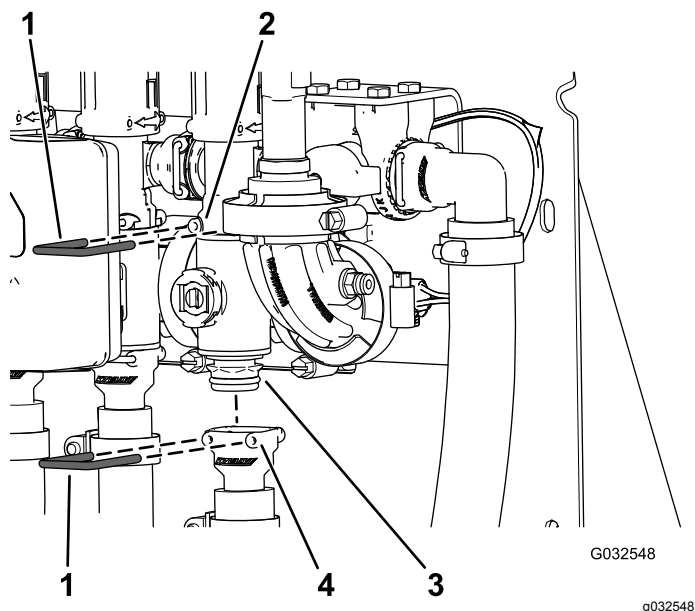

Figure 105
2. Retirez l'étrier qui fixe le collecteur de vanne de section de rampe au raccord de dérivation (Figure 105).